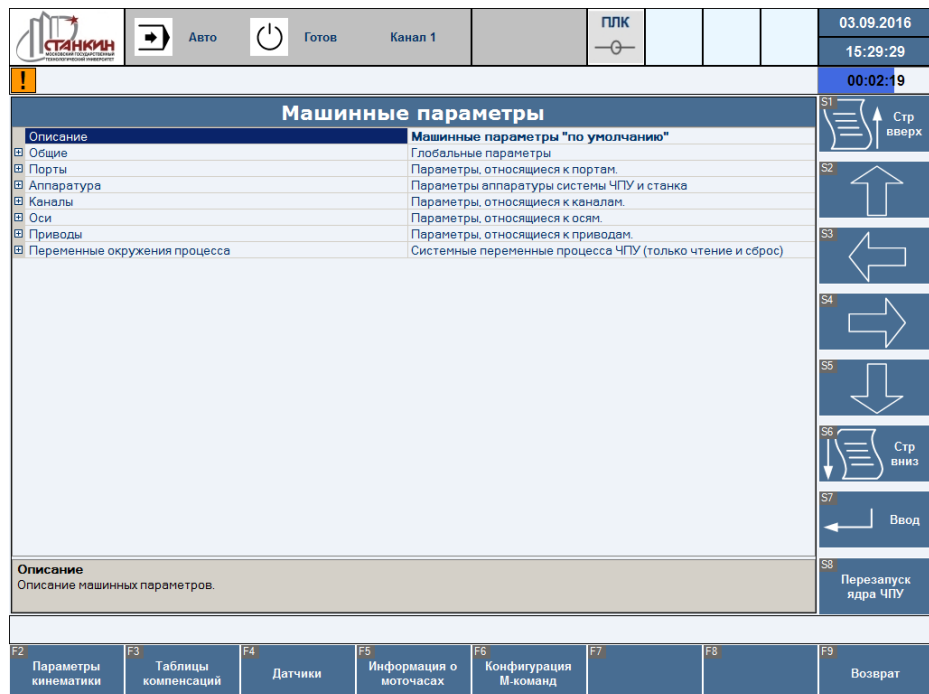

Рисунок 50 – Дополнительный (нижний) уровень экрана «Машинные параметры»
- F9 – возврат на дополнительный (нижний) уровень экрана «Машинные параметры» (Рисунок 50).
- F9 – возврат на дополнительный (нижний) уровень экрана «Машинные параметры» (Рисунок 50). После нажатия данной клавиши предлагается применить внесённые изменения.